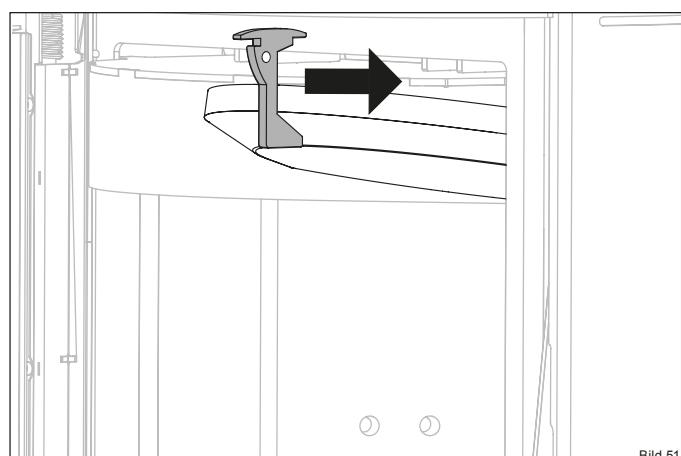

Bild 51
- Schieben Sie den Thermosteinhalter nach vorne (Bild 51).